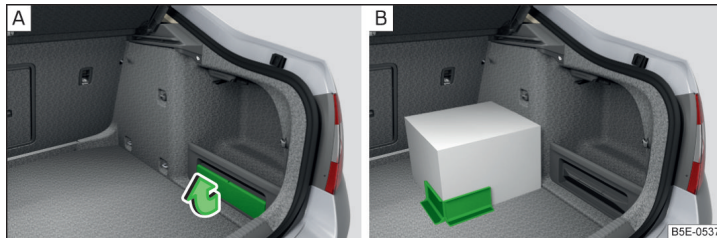

Abb. 140 Cargo-Element herausnehmen / Befestigungsbeispiel der Ladung
- Vor dem Gebrauch das Cargo-Element in Pfeilrichtung herausnehmen » Abb. 140 - [A].
- Die Ladung mittels des Cargo-Elements möglichst in der Nähe der Rücksitze befestigen » Abb. 140 - [B].